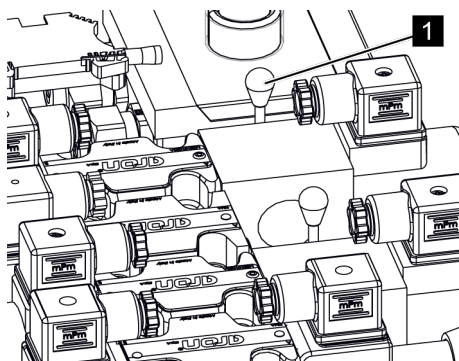

Fig. 90: Dévisser le levier de secours
3. → Dévisser le levier de secours (Voir la Fig. 90/1) de la vanne du système d'entraînement à chenilles et l'enlever.